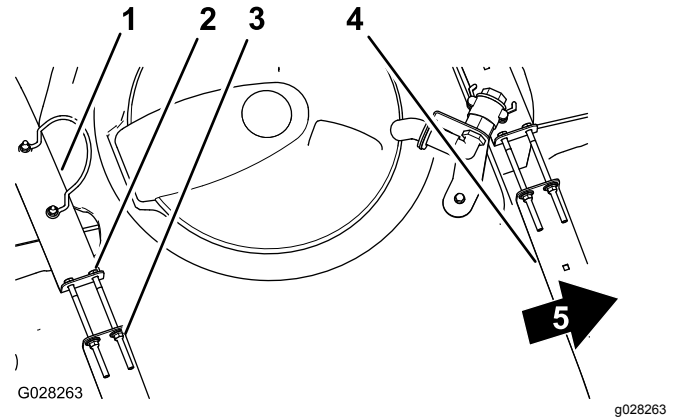

図 18
2. タンクとタンク固定ベルトとの間に、たるみがないか点検する 図 18。
3. ベルトにゆるみがある場合には、ベルトの上部にあるフランジロックナットとボルトを締めてベルトとタンクとが面一になるようにする 図 18。